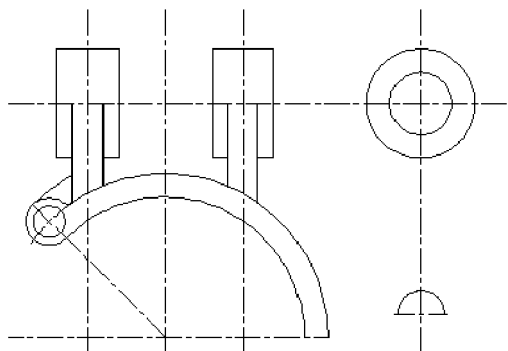

图 5-29 镜像轮廓线
② 单击【修改】工具栏 | 【镜像】按钮  或按空格键/回车键, 继续镜像操作, 选择对象为上一步操作的整个镜像轮廓线及两条竖直轮廓线, 指定镜像线的第一点和第二点分别为直线 2 的两端点, 选择不删除镜像源, 结果如图 5-29 所示。